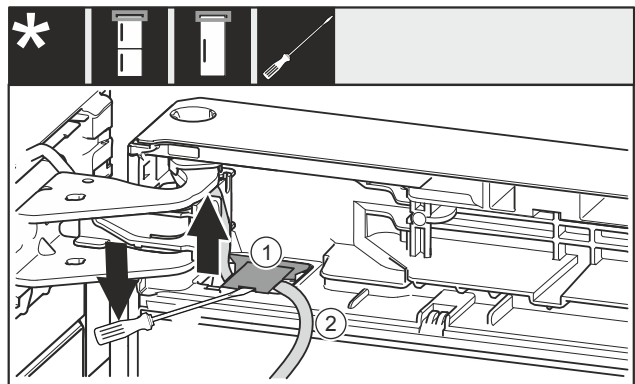

Fig. 25
- ▶ Mit Schlitzschraubendreher die Abdeckung Fig. 25 (1) anheben und herausziehen.
- ▶ Kabel Fig. 25 (2) herausziehen.